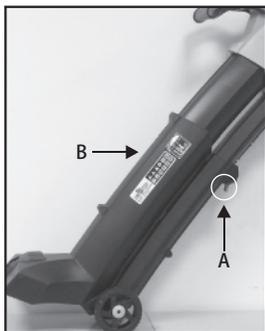

Fig. 1
1. Druk de hoogte verstelknop (A) in en stel de buis (B) van het apparaat in op de gewenste lengte. (Fig 1) De buis kan over een lengte van 300mm worden versteld.